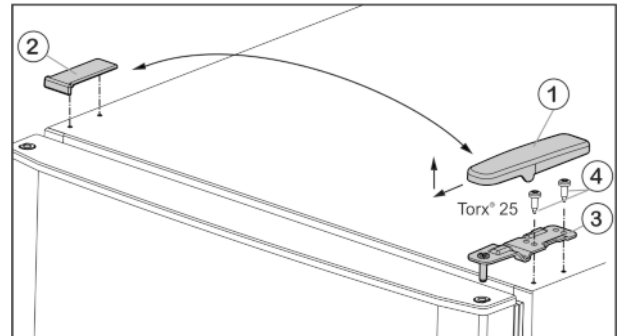

Fig. 6
- Rimuovere la copertura Fig. 6 (1) tirandola in avanti e in alto.
- Sollevare la copertura Fig. 6 (2).
- Svitare il cuscinetto di supporto superiore Fig. 6 (3) (2 giri con chiave Torx® 25) Fig. 6 (4) e sfilarlo verso l'alto.
- Inserire il cuscinetto di supporto superiore Fig. 6 (3) nella porta, sul lato della nuova cerniera.
- Avvitare il cuscinetto di supporto superiore **saldamente (con una coppia di 4 Nm)** (2 giri con chiave Torx® 25) Fig. 6 (4). Eventualmente utilizzare un avvitatore a batteria.
- Applicare e innestare dall'esterno la copertura Fig. 6 (1) sul lato opposto.
- Applicare e innestare dall'alto la copertura Fig. 6 (2) sul lato opposto.